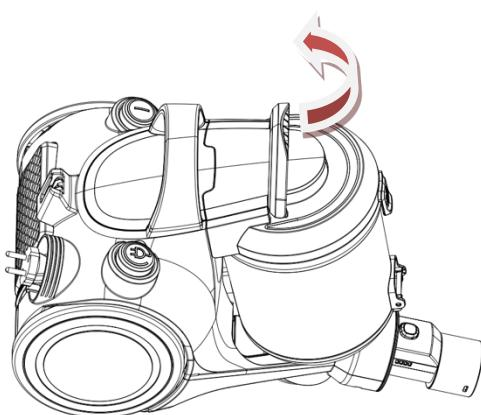

Fig.7
2. Como mostra na Fig.7, remova o reservatório de pó do aspirador.